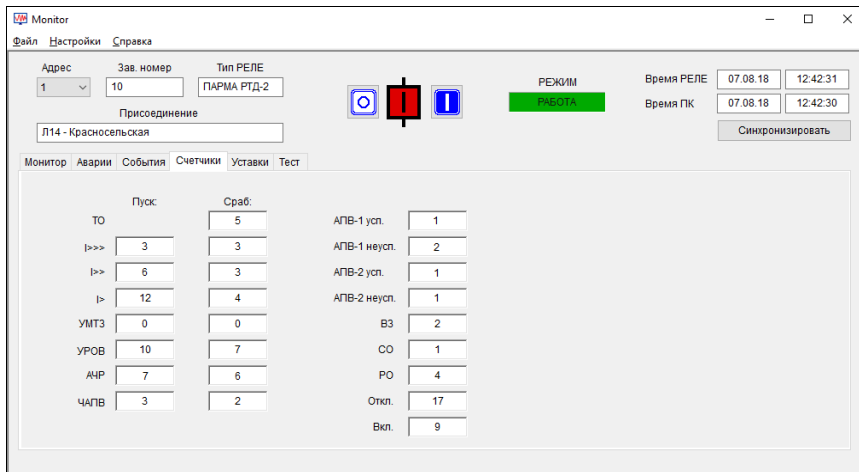

Рисунок 12 – Вкладка "Счётчики"
5.5.12.1 Вкладка "Счётчики" (рисунок 12) содержит информацию о количестве пусков и срабатываний функций РЕЛЕ, количестве включений и отключений выключателя, количестве самопроизвольных отключений выключателя и прочих событиях.